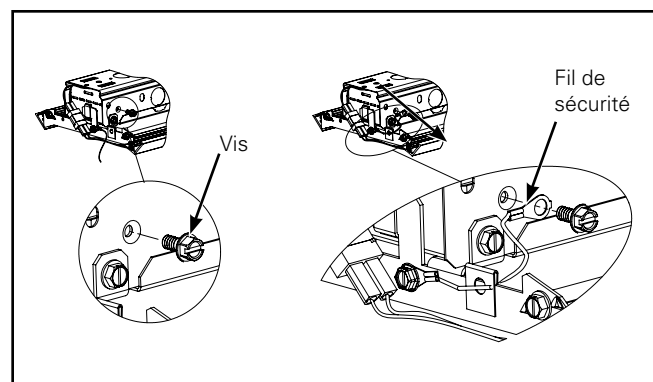

Figure 6.
6. Pour installer le fil de sécurité, retirez la vis de l'assemblage du canal et fixez à nouveau le fil de sécurité avec la même vis. (Figure 6.)